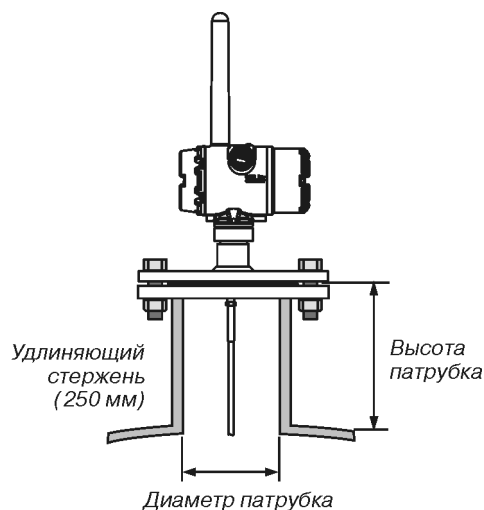

Рис. 11.
- При установке зондов в узких патрубках рекомендуется использовать опцию LS (удлиняющий стержень) для предотвращения контакта зонда со стенками патрубка (рис. 11).
- При возможности контакта зонда со стенкой, патрубком или другими объектами в резервуаре, рекомендуется руководствоваться рекомендациями по минимальному зазору (рис. 11, 12). Минимальный зазор приведен в следующей таблице.